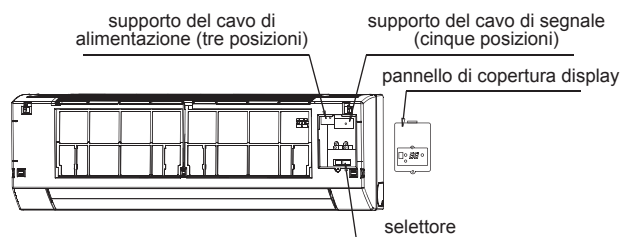

Fig. 7-2
- Collegare individualmente il cavo di alimentazione e la linea di segnale, regolare il selettore. (Fig. 7-2)